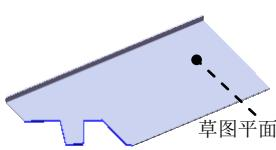

图 6.6 切除一拉伸 1
Step4. 创建图 6.6 所示的切除—拉伸 1。
- (1) 选择命令。选择下拉菜单**插入(I)** → **切除(C)** → **拉伸(E)...**命令。
- (2) 定义特征的横断面草图。
- ① 定义草图平面。选取图 6.6 所示的模型表面作为草图平面。